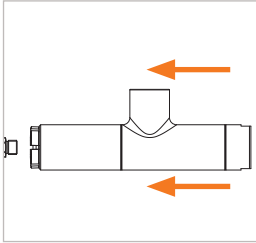

Figure 13
- ▶ Après avoir appliqué la pression pilote, insérez le connecteur dans l'axe sur la pièce d'essai jusqu'à ce que le joint frontal (Pos. 7) entre en contact avec la pièce d'essai (Figure 13). Le joint frontal est ainsi préservé des dommages causés par d'éventuels bords saillants de la pièce d'essai et le bon raccordement est garanti.